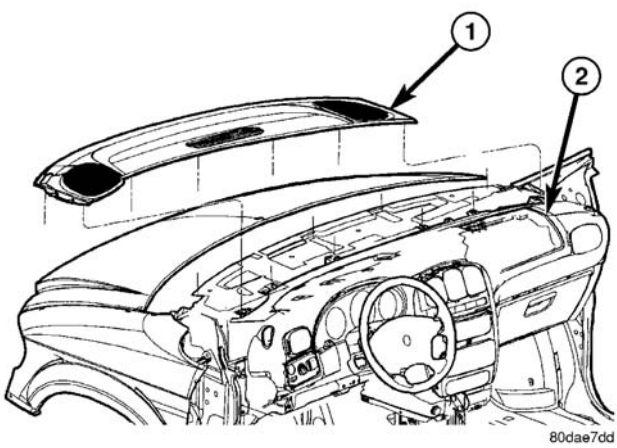

图 10 仪表板顶盖
- (1) 卸下 A 柱装饰件。用一个装饰板撬杆（专用工具#C-4755）或替代品，轻轻地撬出和卸下。
- (2) 用一个装饰板撬杆，脱开将顶盖的后缘固定到仪表板的夹子（图 10）。
- (1) 将仪表板顶盖放置到车辆中（图 10）。
- (2) 向前推顶盖，将固定顶盖前部至仪表板的钩子啮合。
- (3) 将固定顶盖后侧至仪表板的夹子啮合。
- (4) 向后拉顶盖。
- (5) 安装 A 柱装饰件。